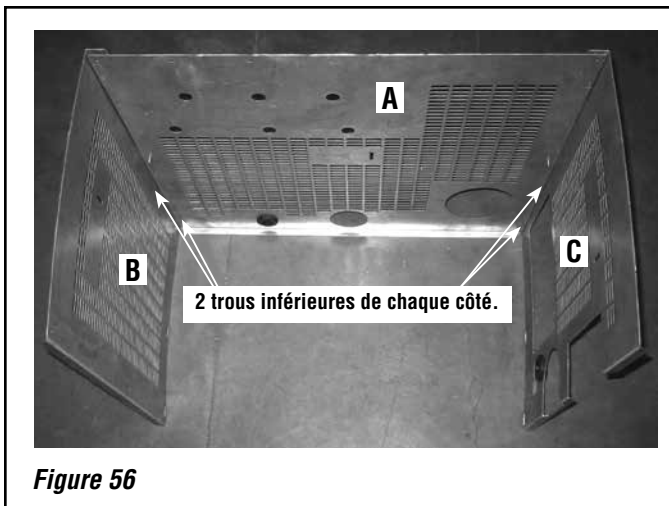

Figure 56
3. Assemblage du périmètre - **figure 56** : À l'aide des vis à tôle fournies, fixer la plaque gauche B et la plaque droite C à la plaque arrière A. Trois trous à chaque coin permettent de connecter les plaques. Pour l'instant, installer uniquement les deux vis à chaque coin inférieur.